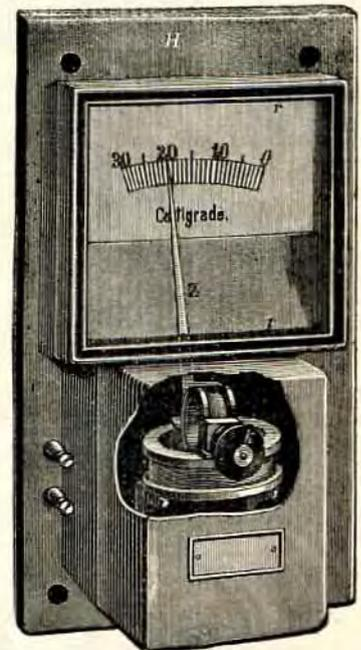

Fig. 7.
2. I Controllapparat (Fig. 7).